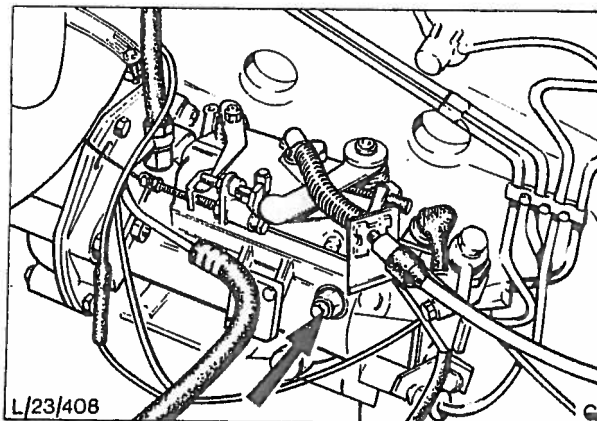

Fig. 25 Innsprøytningspumpens utluftningsbolt.
5. Luft innsprøytningspumpen ved å løsne utluftningsbolten plassert bak på pumpen, fig. 25.